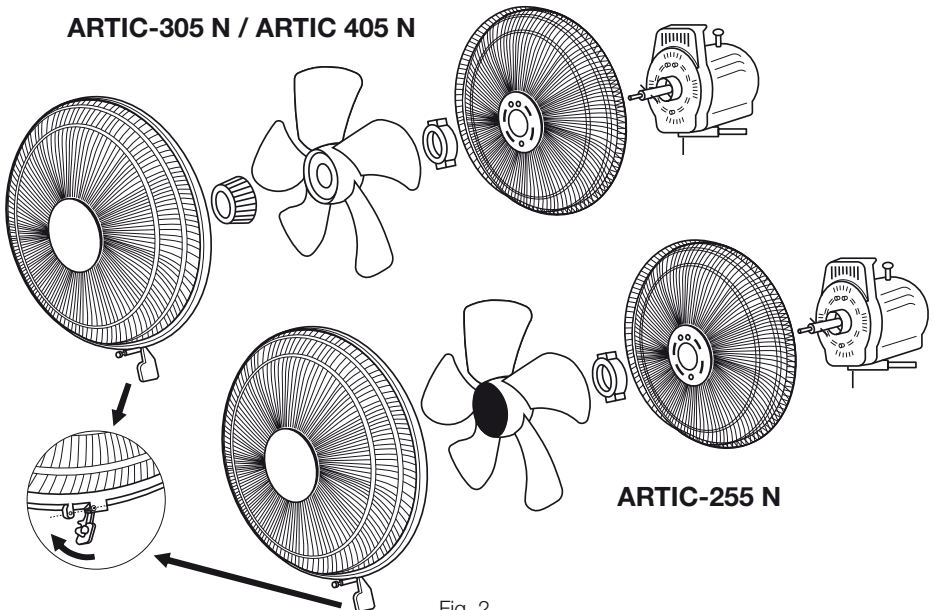

Fig. 2
5. Monte la rejilla de protección trasera y sujétela con la tuerca de fijación de la rejilla trasera. (Fig. 2)
6. Modelo ARTIC 255N: Introduzca hasta el tope, la hélice en el eje del motor. (Fig. 2)
Modelo ARTIC 305N / 405N: Introduzca la hélice en el eje del motor hasta el pasador del eje y fíjela mediante la tuerca (Atención al sentido indicado en la misma tuerca) (Fig. 2)
5. Place the rear protection grille and screw it with the fixing clamp of the rear grille. (Fig. 2)
6. ARTIC 255N model: Introduce completely the propeller on the motor shaft (Fig. 2)
ARTIC 305N / 405N models: Introduce the propeller fully on the motor shaft and fix with the fixing nut. (Attention to the direction arrow indicated on the fixing nut) (Fig. 2)